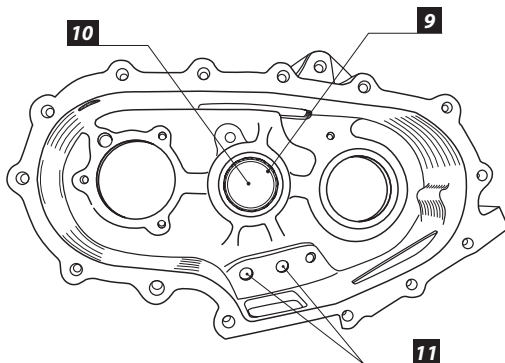

Рис. 4
- Выбейте заглушки штоков **[11]** (Рис. 4), которые стоят со стороны КПП.